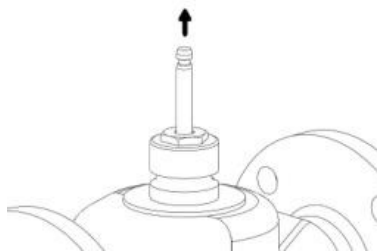

РИС.1
1. Сначала используйте инструмент (плоскогубцы или гаечный ключ), чтобы вытянуть шток регулятора из корпуса клапана до верхней точки; Обратите внимание на защиту во время работы, чтобы предотвратить повреждение штока клапана (Рис.1);